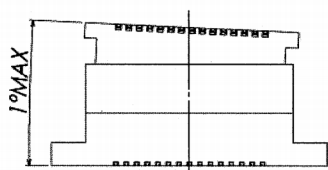
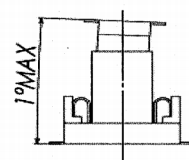
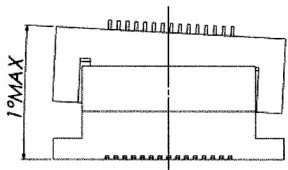
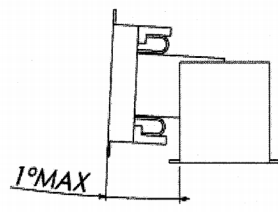

図 7/Fig7
図 8/Fig8
図 9/Fig9
図 10/Fig10
- ・ 嵌合時の許容角度は図7~図8、図9~図10になりますので、記載角度以下で使用して下さい。